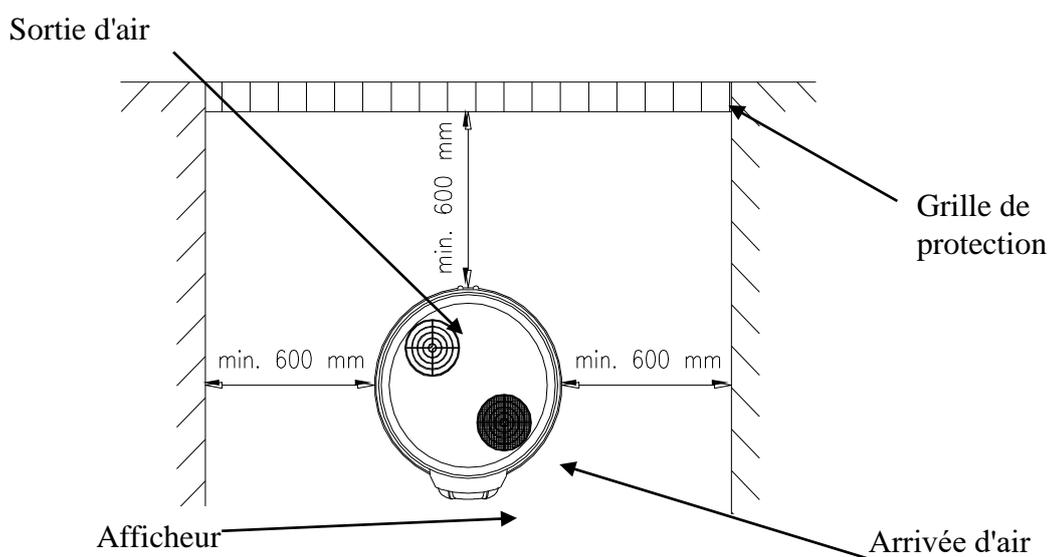
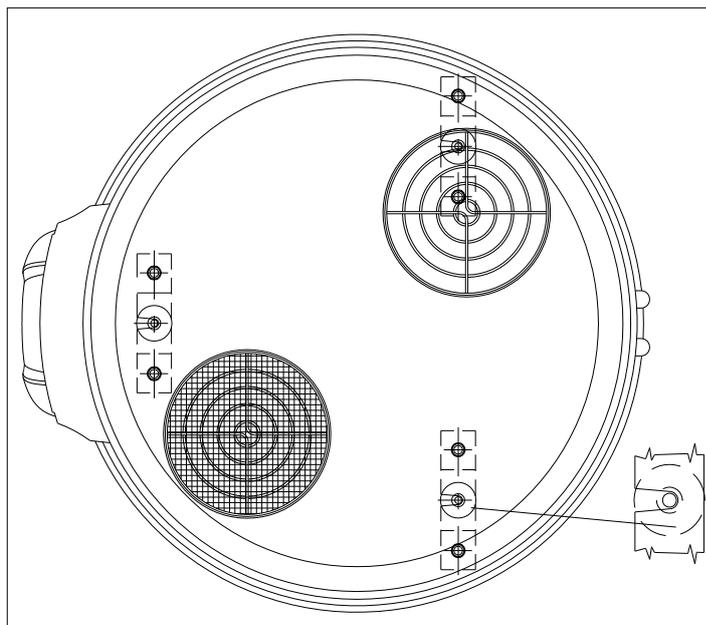

Figure 2.4-1.
Figure 2.4-5.
- r) Fixation des pieds : assurez-vous que le sol est plat et suffisamment solide. A l'aide du « gabarit de perçage » (annexé au livret de l'appareil) marquez la position de fixation des pieds, en gardant à l'esprit les dimensions de construction indiquées sur les figures 2.4-1 et 2.4-2.) du livret de l'appareil. Fixez les 3 fixations de pieds livrées avec l'appareil avec une vis d'au moins 8M et avec des tubes de fer forés dans le sol (M8X75), dans la position décrite à la figure 2.4.-3. Réglez les pieds réglables de l'appareil à environ 26 mm (cf. figure 2.4-5.) Poussez doucement l'appareil en direction des pieds déjà fixés au sol, de manière à placer les pieds réglables au dessus des encoches ouvertes sur le fixateur de pied (figure 7.1.-5).